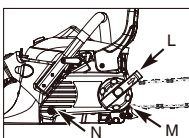

Fig. 3G
12. Bloquee el tornillo (N) y siga el paso 13 para ajustar la tensión de la cadena.
13. Gire el anillo de tensión hacia la derecha (M); tire del botón de control en dirección de la flecha (L) para girar a la derecha y, a continuación, pulse el botón de control hacia atrás. (Fig. 3G)